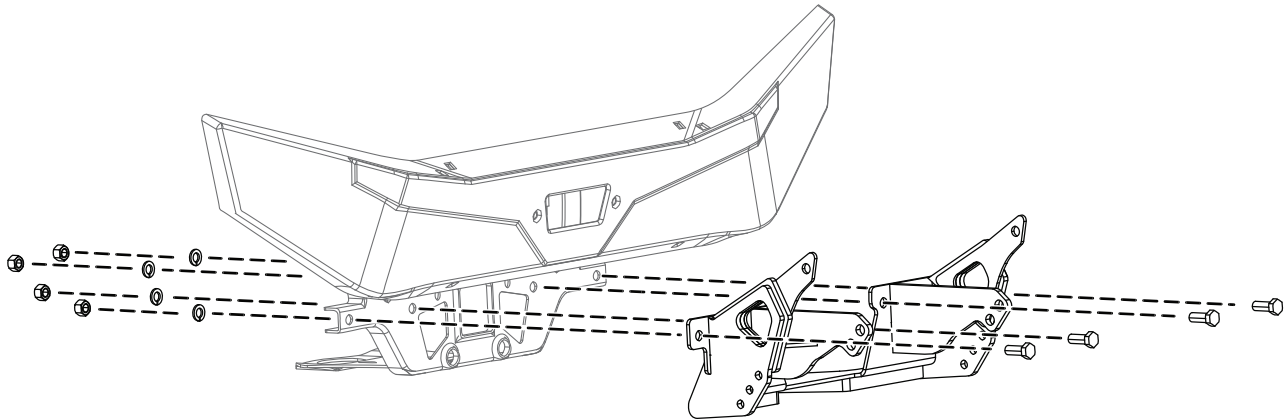

Figura 1
3. Sujete provisionalmente la parte superior de la placa de protección del chasis al bastidor del vehículo con 4 pernos (M12 x 1 $\frac{3}{4}$ " ), 4 arandelas de freno y 4 tuercas (Figura 1).